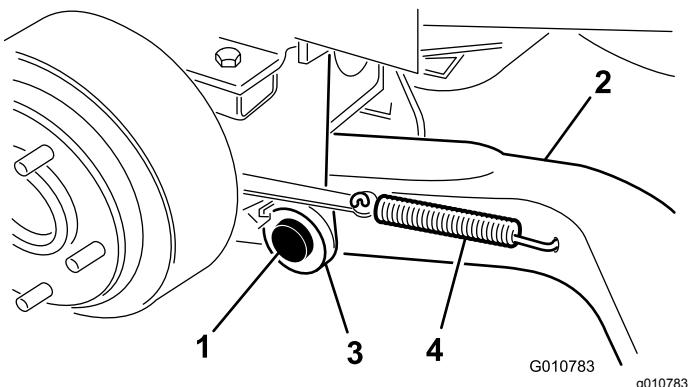

Bild 5
4. Befestigen Sie einen Hubarm (das Ende des Kugelgelenks muss nach außen zeigen) mit einem Lagerbolzen und einem Splint (5/32 x 1-3/4 Zoll) an der Schwenkhalterung (**Bild 5**).
6. Haken Sie die Bremsrücklauffeder in das Loch im Hubarm ein (**Bild 5**).